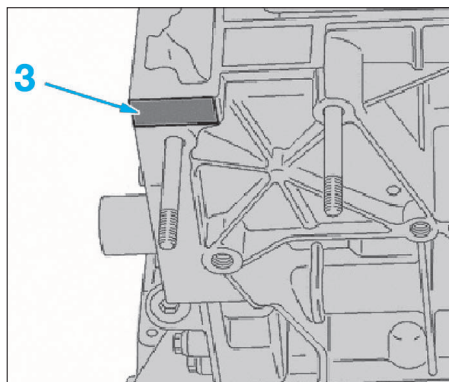

FIG. 12
Les blocs en cote réparation sont repérés en (3) au dessus du support d'accessoires (Fig.12) :